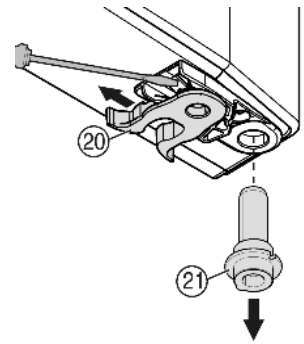

Fig. 9
▶ Spostare il morsetto a molla Fig. 9 (20): Premere verso il basso il dentino antisfilamento, estrarre il morsetto a molla tirando verso l'alto.
▶ Estrarre il perno di supporto Fig. 9 (21) dalla boccola porta e inserire con il disco nella parte opposta. Il dentino antisfilamento deve essere rivolto verso il lato interno della porta, la tacca verso il lato esterno.
▶ Orientare la porta in basso verso l'interno e inserire il perno di supporto Fig. 9 (21) nel blocco di supporto. Eventualmente ruotare il perno di supporto, in modo che possa innestarsi in posizione.